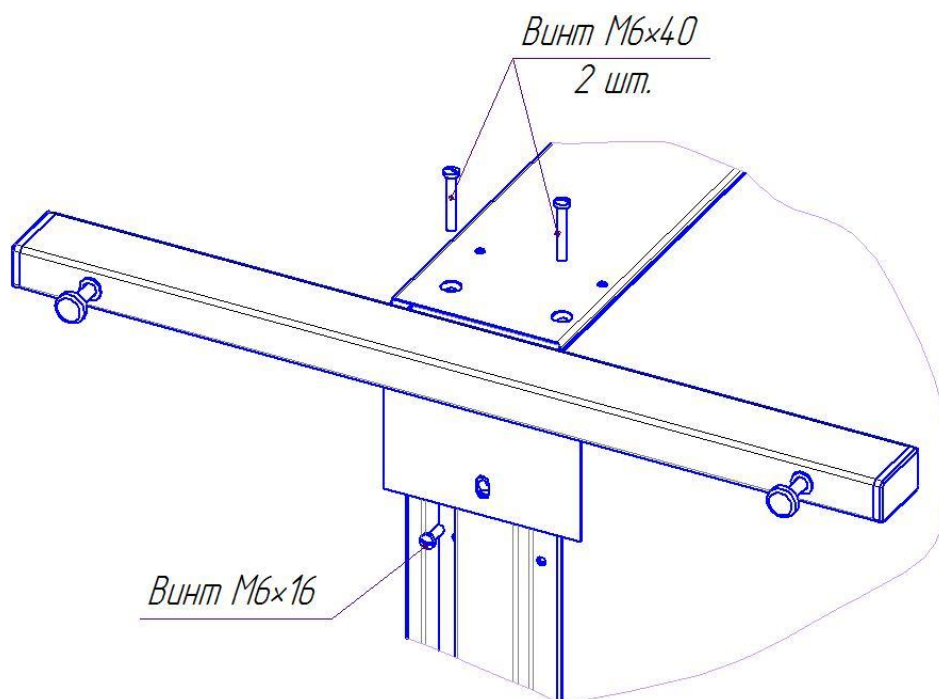

Рис. 8 Схема крепления опор подставки
- 6.1. В случае комплектации модуля сушильного опорами, прикрепить опоры к корпусу с помощью винтов М6×40 и М6×16 (рис.8), предварительно вкрутив ножки (рис.5).